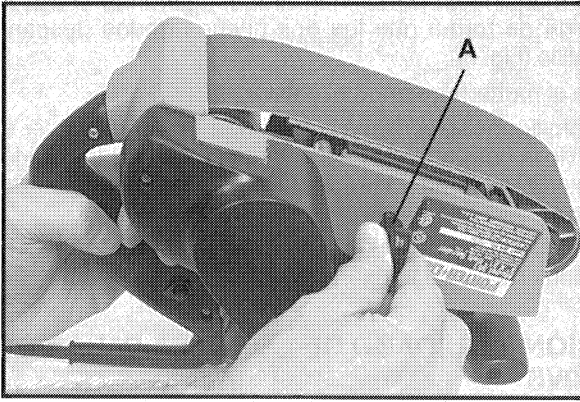

Fig. 3
2. Ponga la máquina en posición invertida, agarrando el asa trasera con la mano izquierda de forma que los dos últimos dedos descansen sobre el interruptor gatillo (Fig. 3).
4. Gire el tornillo de alineación de la correa (A) en cualquier sentido hasta que el borde de la correa se desplace al ras con el borde exterior de la polea trasera recubierta de goma. El borde de la correa sobresaldrá del borde de la polea delantera.